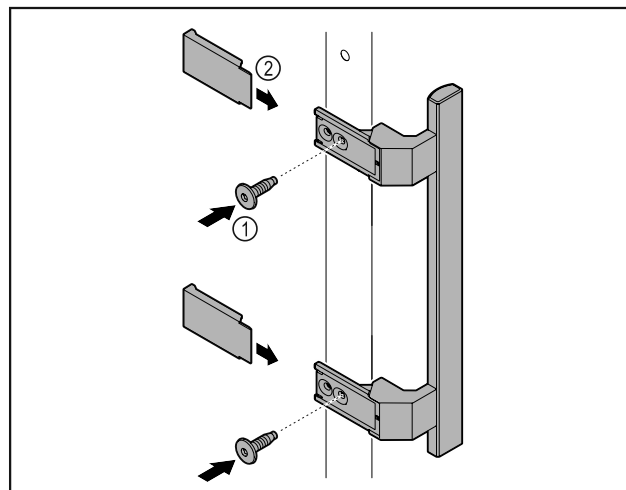

Fig. 5
- ▶ Atașați mânerul din pachetul de accesorii la ușa cu ajutorul șuruburilor incluse Fig. 5 (1).
- ▶ Aplicați capacul Fig. 5 (2).